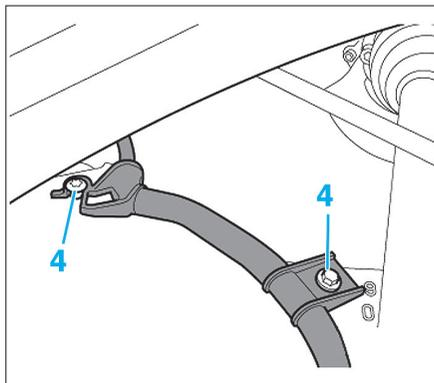

Fig. 15
- Desserrer la vis Torx (3) et extraire le support de câble.
- Dévisser les vis (4) et extraire le support de câble (Fig.15).